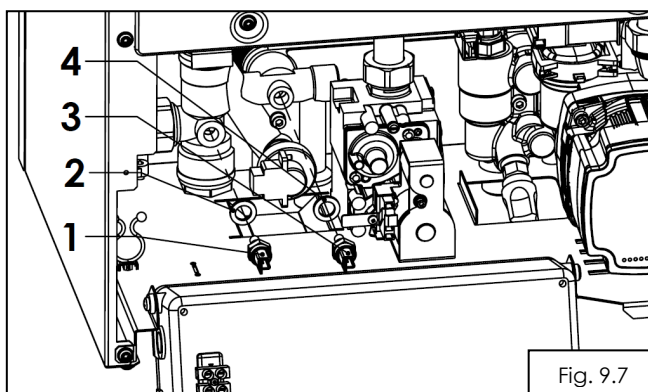

Fig. 9.7
Daca ambele verificari sunt pozitive se inlocuieste senzorul de temperatura de pe turul circuitului de termoficare (vezi fig.9.7).
Inlocuirea senzorului de pe circuitul de termoficare(1) fig.9.7 presupune urmatoarele operatii:
- se deconecteaza senzorul (1);
- se demonteaza senzorul (1) cu o cheie fixa de 14mm.
Daca ambele verificari sunt pozitive se inlocuieste senzorul de temperatura de pe returul circuitului de termoficare(vezi fig. 9.7).
Daca rezultatul verificarii este pozitiv se inlocuieste senzorul de temperatura de pe circuitul de ACM (vezi fig. 9.7).
Inlocuirea senzorului de pe circuitul de apa calda menajera (3) fig.9.7 presupune urmatoarele operatii:
- se deconecteaza senzorul (3);
- se demonteaza senzorul (3) cu o cheie fixa de 14mm.
- Daca rezultatul verificarilor este pozitiv se inlocuieste senzorul de temperatura de pe turul circuitului de termoficare (vezi fig.9.7).